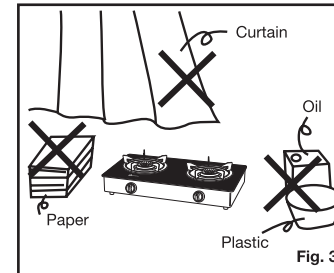

Fig. 3
- Assurez vous qu'aucun produit inflammable ne se trouve à proximité de la gazinière (Fig. 3)